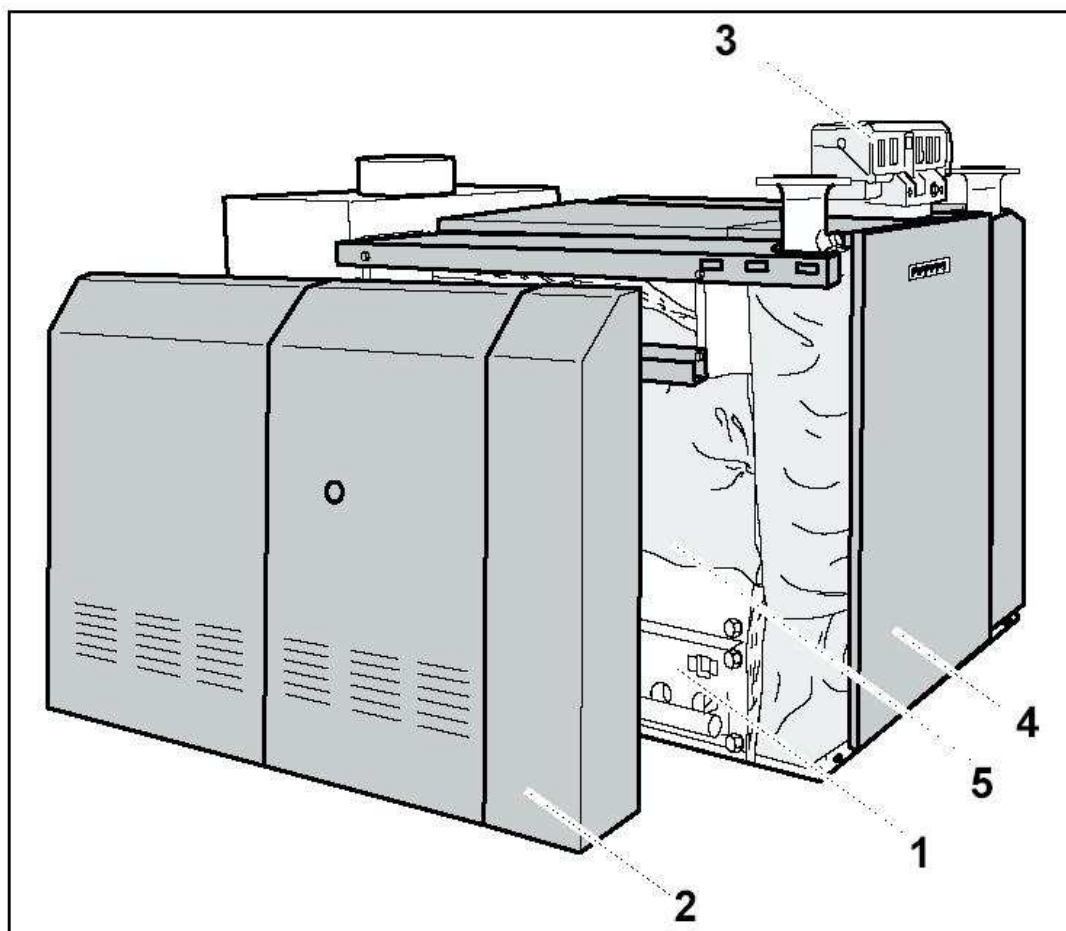

Рис. 1. Отопительный котел Logano GE434
Специальный газовый водогрейный отопительный котел Logano GE434 (рис. 1) состоит из правого и левого котловых блоков, на каждом из которых установлено по одной газовой горелке.
- Котловые блоки (рис. 1, поз. 1) и газовые горелки (рис. 1, поз. 4).
- Обшивка котла (рис. 1, поз. 2) и теплоизоляция (рис. 1, поз. 5).
- Система управления (рис. 1, поз. 3), дополнительный регулятор и два автомата горения газа (на одну газовую горелку – один автомат горения).